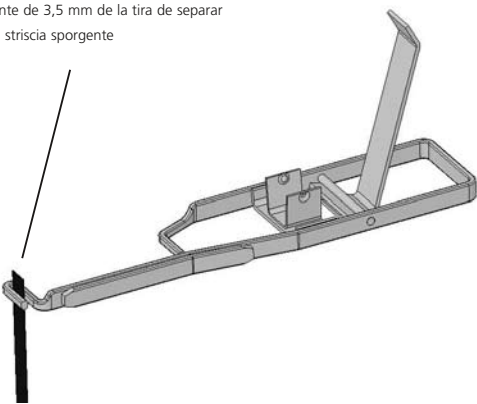

Fig. 1
1. Coloque la tira de separar en la hendidura de sujeción delantera como se indica en la fig. 1. La tira debe sobresalir del borde al menos 3,5 mm. Así se garantiza una sujeción segura en el paso 3.
1. Inserire la striscia nell'asola anteriore dello stripper come mostrato in fig. 1. La striscia deve sporgere almeno 3,5mm per assicurare il suo ottimale fissaggio (vedi punto 3).